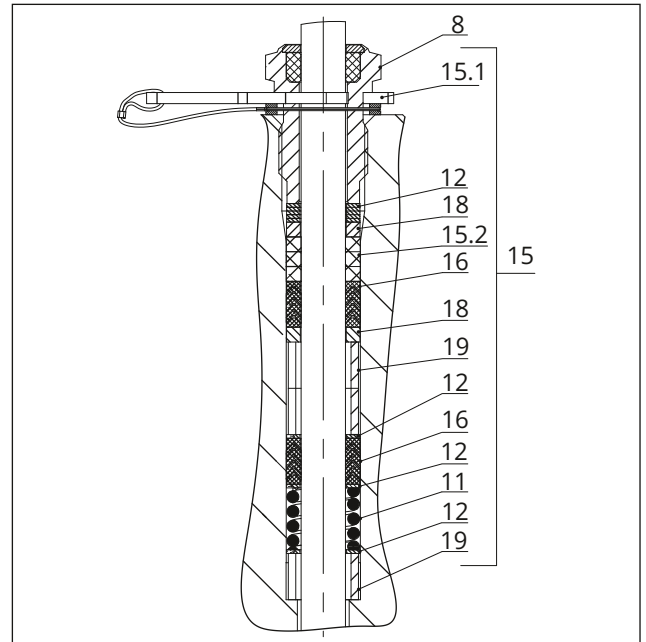
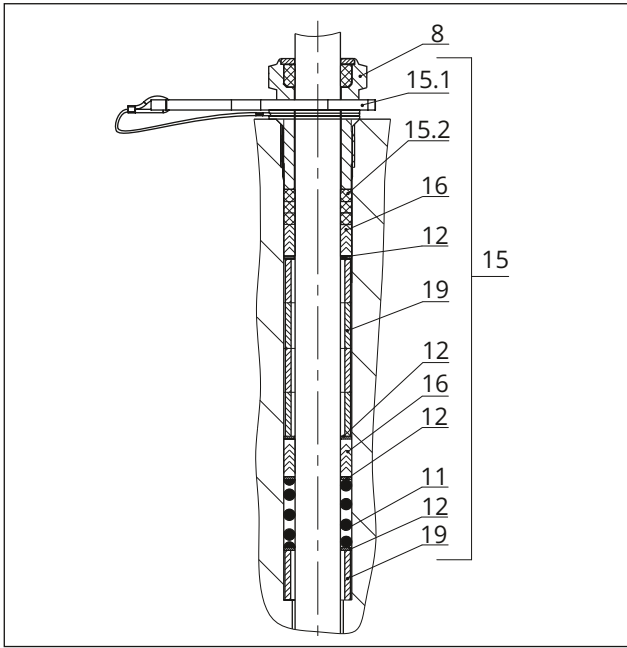

図 26: ADSEAL 増し締め型パッキン
図 27: ADSEAL 増し締め型パッキン
2. 適切な工具を用いて、弁軸の上方のパッキン部品をパッキンチャンバ内に慎重にスライドさせます。適切な手順に従ってください（図 26 または図 27 を参照）。
4. スペーサーリング（15.1、赤色）をねじ込みブッシング（8）とリテーニングリングの間に挿入します（図 26 または図 27 を参照）。
2. 適切な工具を用いて、弁軸の上方のパッキン部品をパッキンチャンバ内に慎重にスライドさせます。適切な手順に従ってください (図 26 または図 27 を参照)。
4. スペーサーリング (15.1、赤色) をねじ込みブッシング (8) とリテーニングリングの間に挿入します (図 26 または 図 27 を参照)。
① 注意